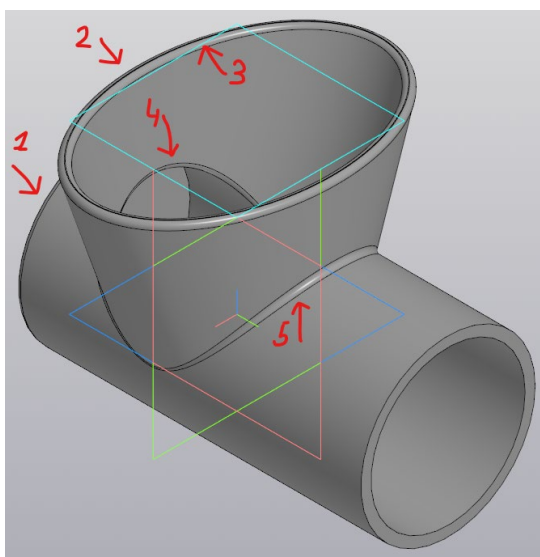

Рисунок 67 – Скругление острых кромок корпуса
10.8 Выполните скругление острых кромок в 5 местах радиусом 1,4 мм (рис. 67).